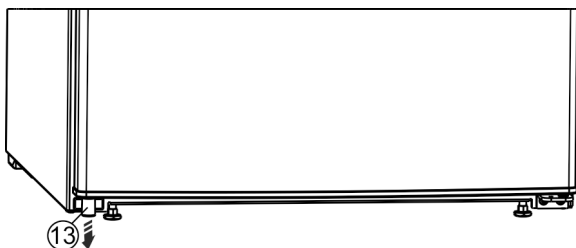

Fig. 12 *
- ▶ Z drzwi na dole po lewej stronie wyjąć element dystansowy Fig. 12 (13).*